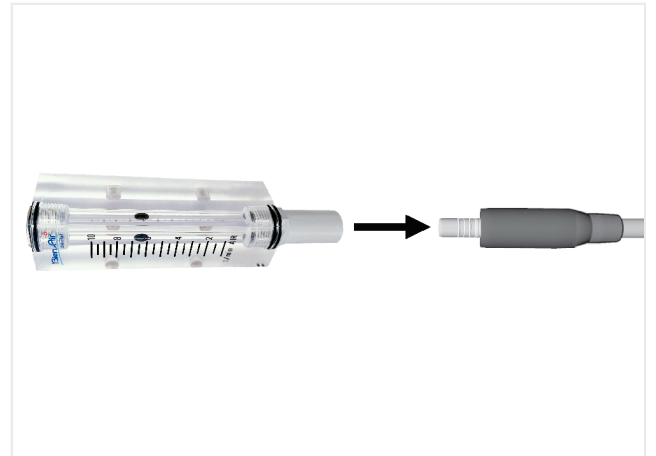

FIG. 5
4. Plasser strømningsmåleren på nesefestet, aktiver deretter kjøleluften og mål luftstrømmen. Verdien måles i midten av strømningsmålerens kule i henhold til standard JIS B7551. FIG. 5.